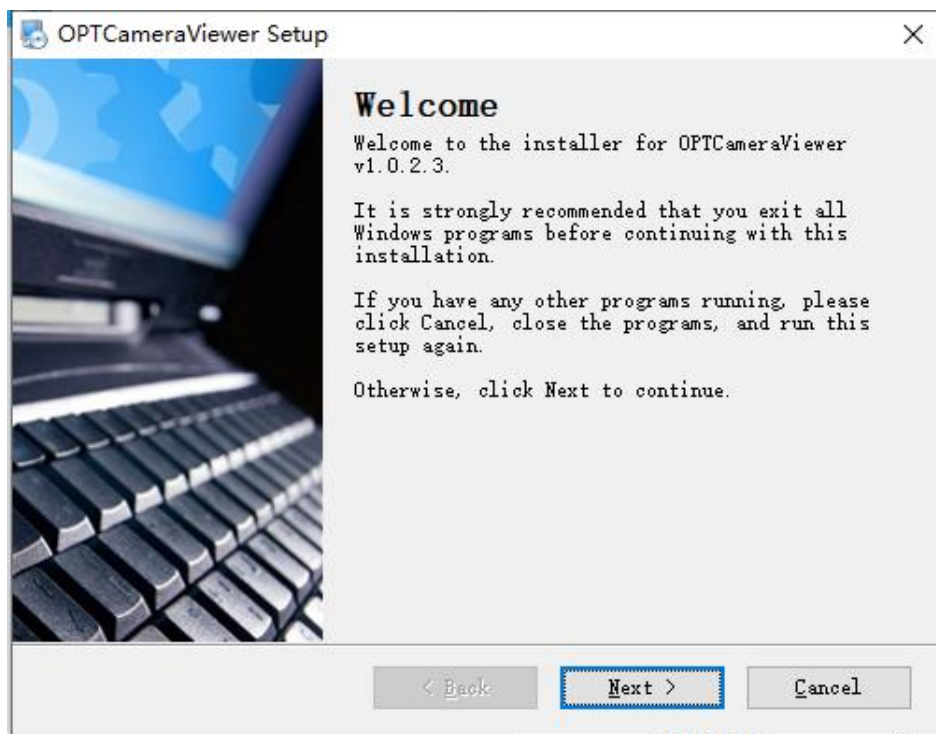

图 3-1 准备安装窗口
2. 等待如图 3-1 窗口弹出并点击下一步按钮，开始安装流程。